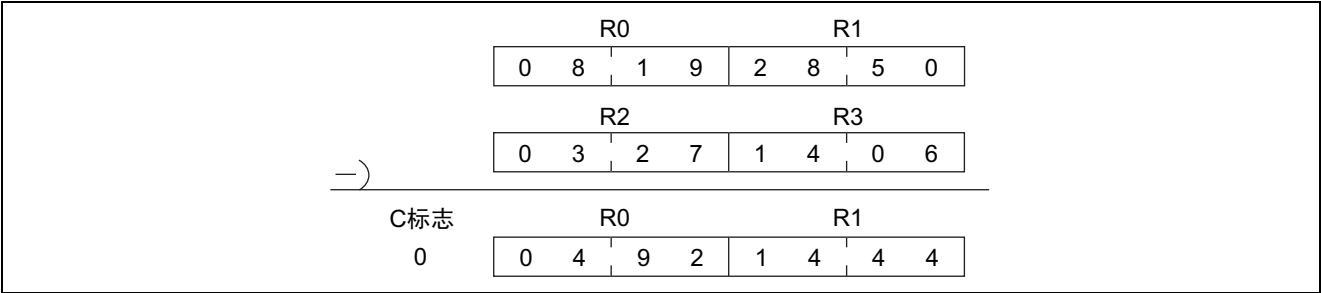

图 20-3 不使用高位的减法例子
(1) 如图 20-3，如果不使用高位，就必须将它置“0”。如果不置“0”，因为进行含有被设定在高位的不定数据的减法运算，所以就得不到正确的减法结果。